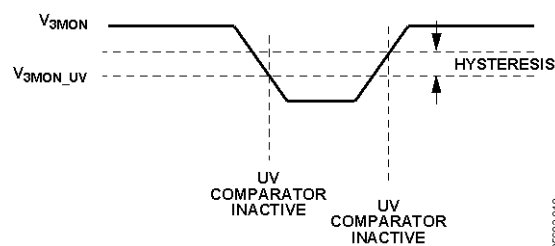

図 9. V_{3MON} のヒステリシス
V_{3MON} ピンは、低電圧状態検出のコンパレータによりモニターされます。このコンパレータは、1.5%のヒステリシスを持つようにデザインされています。 V_{3MON} 入力が設定済みの UV スレッシュヨールドを下回ると、コンパレータは直ちにアクティブになり、UV 状態が発生したことを表示します。ヒステリシスがあるため、 V_{3MON} 入力が設定済みのスレッシュヨールドを 1.5%上回ったときに、コンパレータが非アクティブになり、UV 状態でなくなったことを表示します(図 9 参照)。
- 外部モニター・プロセッサが必要な WDI 信号を発行できなく、かつ高度 WDI モードが選択されているとき(図 10 と図 9 を参照)